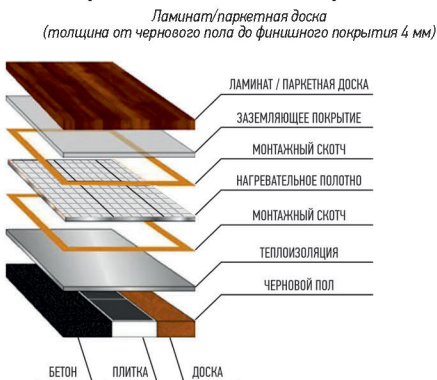
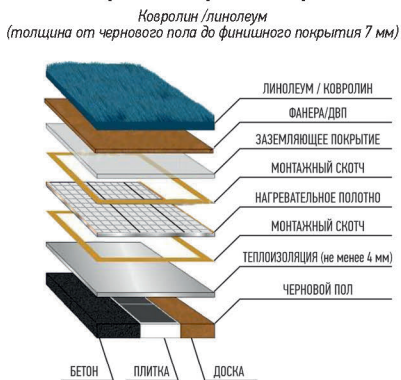

Рис. 2
Рис. 3
### 5.1. Варианты монтажа под различные напольные покрытия – рис. 2 и рис. 3
5.4.22. Протестируйте систему обогрева. Включите систему и установите температуру пола на терморегуляторе не более 35 °С. Проверьте нагрев каждой полосы теплого пола. Убедившись в исправной работе нагревательных элементов, отключите систему. Накройте нагревательное полотно заземляющим покрытием (приобретается отдельно), закрепив его при помощи скотча, после чего подключите его к заземлению (рис. 2, стр. 4).
5.4.23. Под линолеум и ковровин поверх заземляющего покрытия необходимо уложить фанеру или ДВП толщиной не менее 3 мм (рис.3, стр. 4). Монтажные элементы (гвозди, шурупы) стр.4. должны находиться между токоведущими шинами нагревательного полотна. Для этого при укладке полотен сделайте на стене отметки, указывающие на места соединения полотен, свободные от токоведущих элементов, а также от черных нитей. После укладки фанеры или ДВП, с помощью отбивочного шнура, перенесите разметку на поверхность материала.